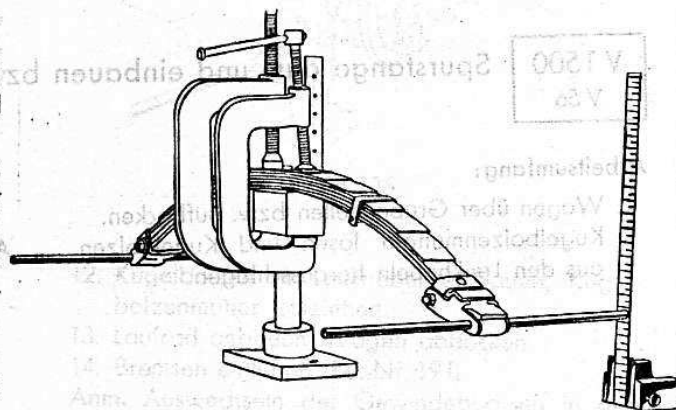

Bild 137
6. Mit zwei Prüfdornen Parallelität der beiden Federaugen prüfen (Bild 137), evtl. Feder kalt richten.